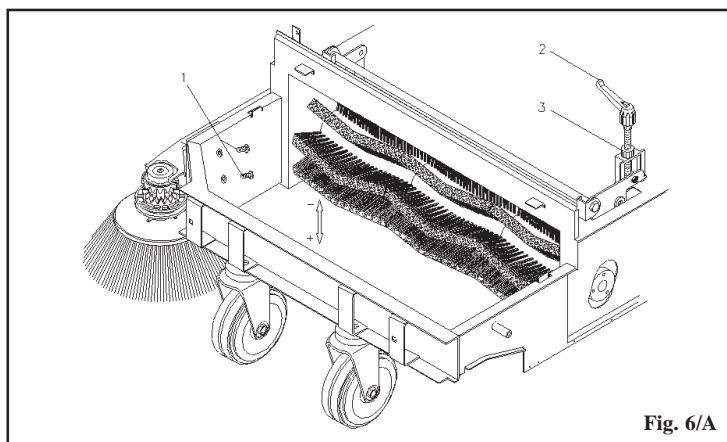

Fig. 6/A
För att reglera mittenborsten, avlägsna den övre kåpan och använd inställningsknappen genom att först lossa låsmuttern **pos. 3 Fig. 6/A** och vrid sedan handtaget **pos. 2 Fig. 6/A** i önskad riktning (medurs för att öka trycket). Lyft på handtaget så att borsten kan rotera fritt så att den inte hindrar stängningen av den övre kåpan.
Reglering av versionen 505ET (Fig. 6/B)